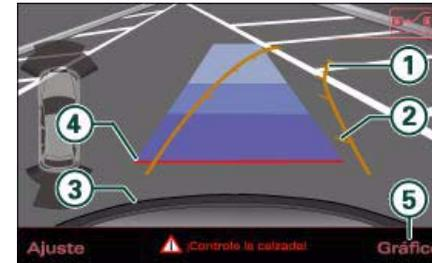

Fig. 158 Pantalla del MMI: Localizar el hueco para aparcarse
- Para visualizar la indicación óptica, pulse la tecla de menú Gráfica ⇒ *página 149*, fig. 158 (5). ▶
- Gire el volante hasta que las líneas de orientación de color naranja ① indiquen hacia el hueco para aparcar ⇒ *página 149*, fig. 158. Con ayuda de las marcas ② puede estimar la distancia con respecto a un obstáculo. Cada marca corresponde a 1 m. La superficie azul representa una prolongación del contorno del vehículo de unos 5 m hacia atrás.
- Conduzca hacia atrás y - durante la marcha - ajuste el giro del volante al hueco para aparcar con ayuda de las líneas de orientación de color naranja ⇒ ⚠. ③ marca el parachoques trasero. ¡Debería dejar de hacer marcha atrás, a más tardar, en el momento en que la línea de orientación roja ④ limite con un objeto ⇒ ⚠!